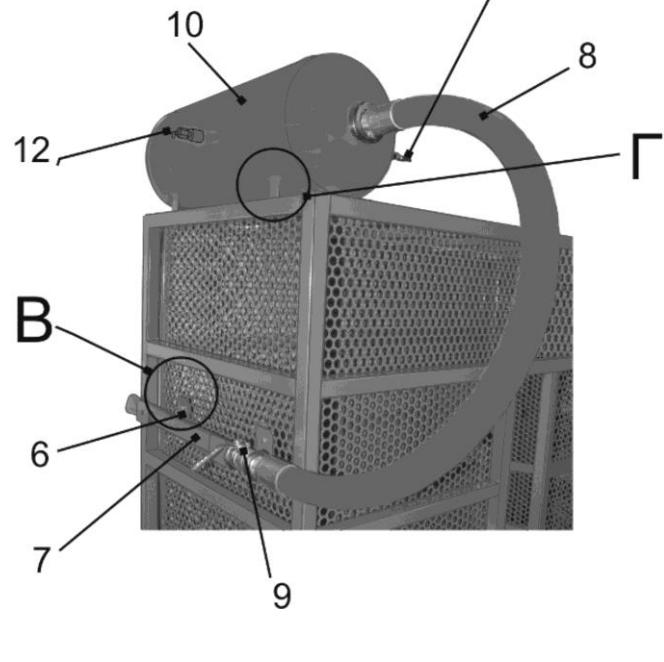

Рисунок 2 – Внешний вид
5.3.2 Установить и закрепить на крыше клетки ресивер 10 на 4 болта M8x20 (рис.2). К ресиверу подсоединить манометр 13, рукав 8, раструб 7. Раструб уложить на два швеллера 6, закрепленные на боковой стенке клетки. Подсоединить шланг подачи сжатого воздуха к входному штекеру 14 ресивера (рабочее давление 8...10 бар.) при помощи соединительной розетки .
6.9. Подведите имеющийся на конце рукава 8 устройства взрывной подкачки раструб 7 (рис.2) к закраине диска. Для этого в клетке предусмотрен специальный проем.